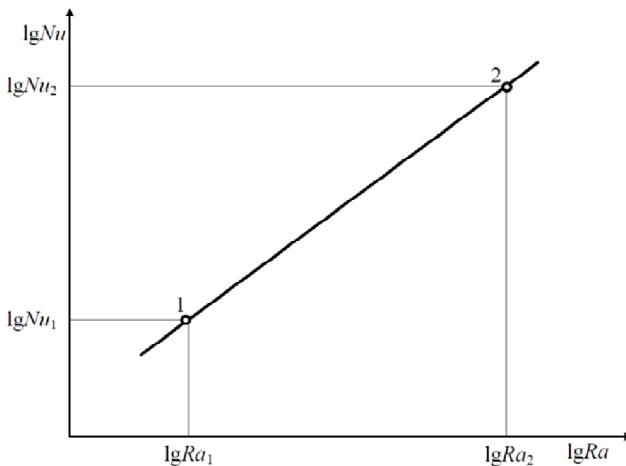

Рис. 4. К расчету коэффициентов аппроксимации  $B$  и  $m$
2. Для каждого режима нагрева трубы рассчитаем критерий Рэлея  $Ra_1$  и  $Ra_2$  по формуле (12) и критерий Нуссельта  $Nu_1$  и  $Nu_2$  по формуле (11).
4. В логарифмических координатах ( $\lg Ra$ ,  $\lg Nu$ ) необходимо нанести опытные точки на график (рис.4).